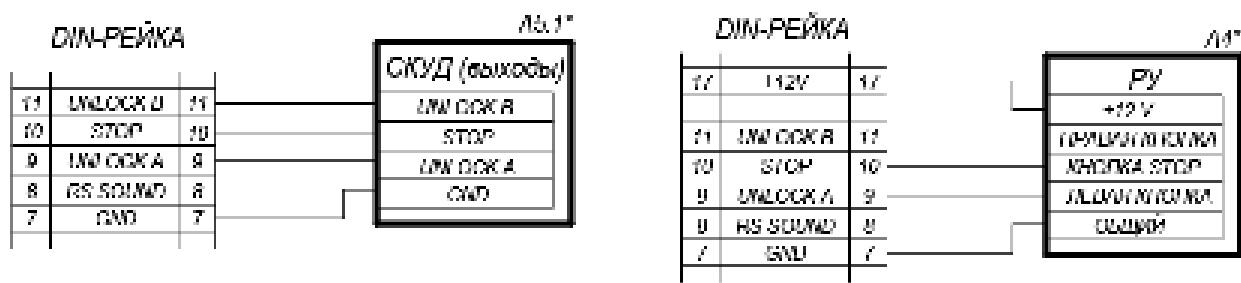

Рисунок 11. Схема соединений турникета и дополнительного оборудования
Турникет имеет маркировку в виде этикетки, расположенной на поперечном ребре жесткости балки привода с серийным номером и датой изготовления изделия. Также на внутренней поверхности крышки турникета имеется наклейка со схемой подключений турникета и дополнительного оборудования, аналогичная приведенной на рис. 11.
17. Подключите к контактам DIN-рейки в соответствии со схемой подключения турникета и дополнительного оборудования (см. рис. 11):
- два кабеля индикации (12);
- кабель питания турникета (13);
- кабель питания ЛПП (16);
- кабель устройства *Fire Alarm* (14) (в случае отсутствия устройства *Fire Alarm* убедитесь в наличии перемычки «*Fire Alarm*»);